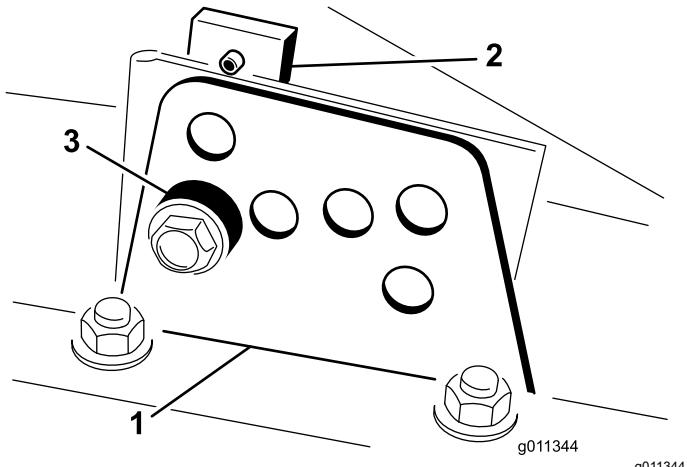

Figura 18
2. Afloje el perno que sujet a cada soporte de altura de corte a la pletina de altura de corte (delante y en cada lado); consulte Figura 18.
4. Sujetando la cámara, retire el espaciador (Figura 18)